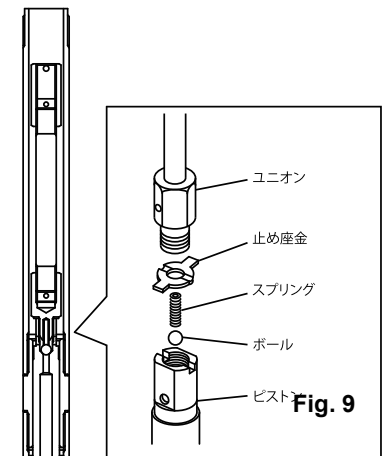

Fig. 9
- 9) ユニオンとピストンを止めている止め座金の折り曲げ部分を開き、スパナを使用してユニオンとピストンを分解し、ボールとスプリングを取り出してください。(Fig. 9)